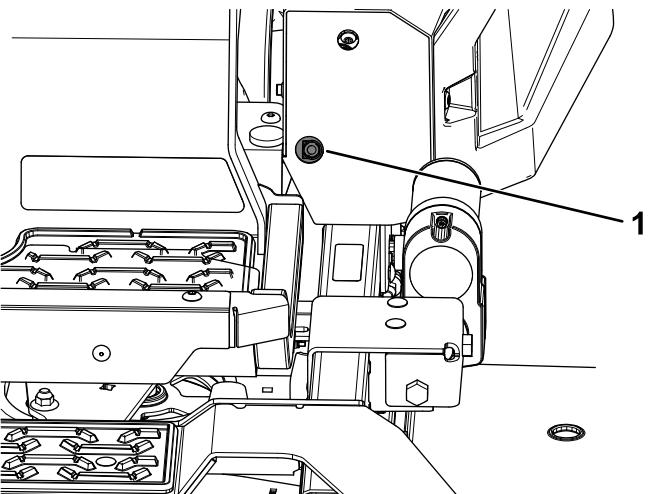
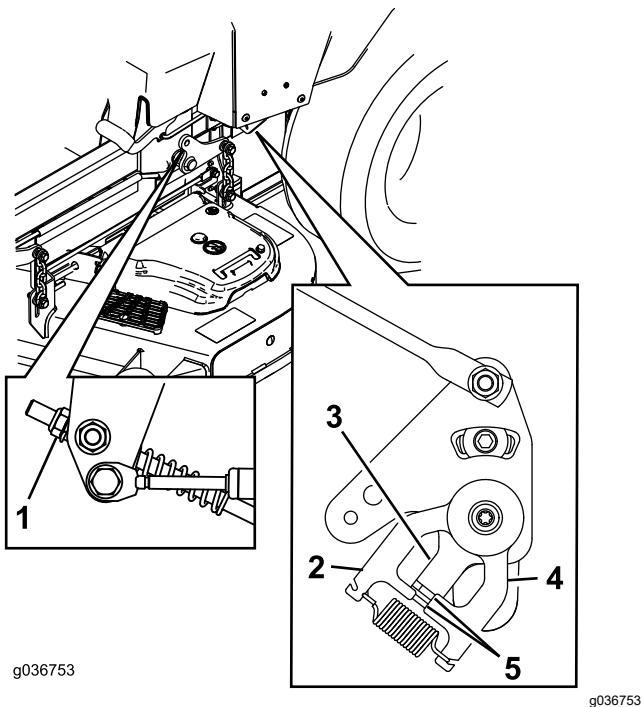

Figura 81
Figura 82
11. Réglez la longueur des tiges de pompes en tournant l'écrou dans le sens voulu jusqu'à ce que les roues tournent légèrement en marche arrière (Figura 81 et Figura 82).